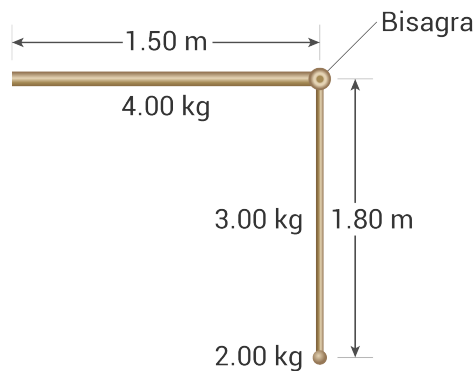

Figura 18.1: Pieza de máquina
2. Una parte de una máquina consiste en una barra delgada y uniforme de 4.00 kg y 1.50 m de longitud, unida en forma perpendicular mediante una bisagra a una barra vertical similar cuya masa es de 3.00 kg y que mide 1.80 m de longitud. La barra más larga tiene una bola pequeña pero densa de 2.00 kg unida a uno de sus extremos (Figura 18.1). ¿Qué distancia se mueve horizontal y verticalmente el centro de masa de esta pieza, si la barra vertical se mueve alrededor del pivote en sentido antihorario 90° para formar una parte completamente horizontal?